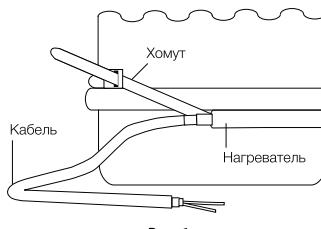

Рис. 6
- Демонтируйте термоизоляцию корпуса компрессора. Смонтируйте нагреватель в соответствии с рис. 6. Пластиковым хомутом обеспечите натяжение, достаточное для плотного облегания компрессора нагревателем. Саморегулирующийся нагреватель должен плотно облегать компрессор.